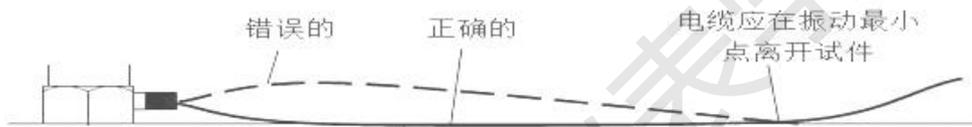

图 1 加速度计安装示意图
- 3)加速度计安装后，信号传输电缆应至少两点固定，同时加速度计与电缆的接头应紧固连接，测试过程中不能出现松动。固定电缆时，接头处的电缆应处于舒展状态，不应拉紧受力，示意图见图 1；